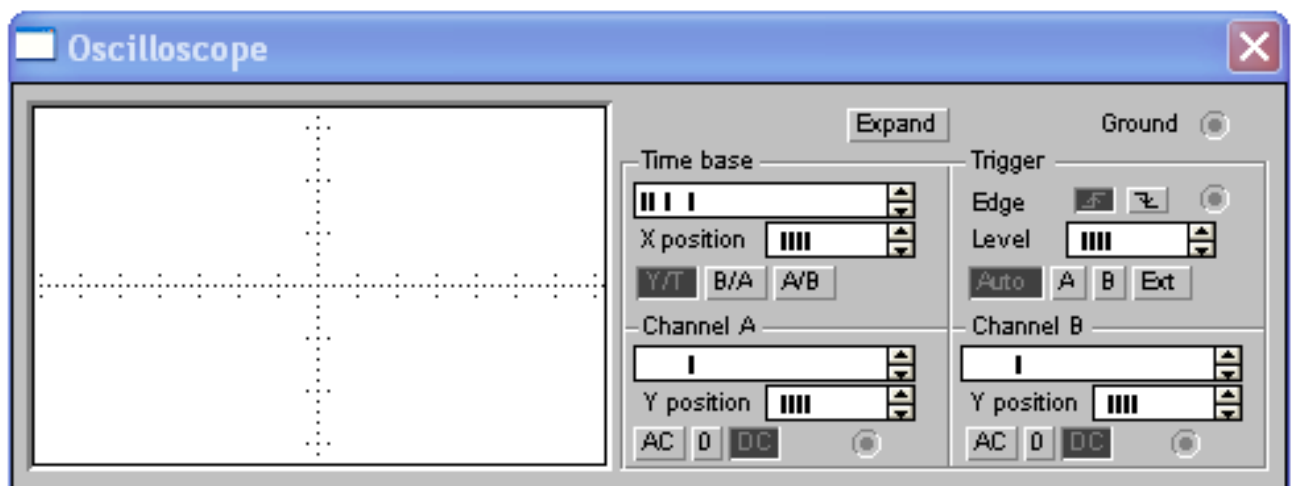

Рисунок 3
Лицевая панель осциллографа показана на рис. 3. Осциллограф имеет два канала (CHANNEL) А и В с отдельной регулировкой чувствительности в диапазоне от 10 мкВ/дел (mV/Div) до 5 кВ/дел (kV/Div) и регулировкой смещения по вертикали (Y POS). Режим АС (AC) предназначен для наблюдения только сигналов переменного тока (его еще называют режимом «закрытого входа», поскольку в этом режиме на входе усилителя включается разделительный конденсатор, не пропускающий постоянную составляющую). В режиме 0 входной зажим замыкается на землю. В режиме DC (включен по умолчанию) можно проводить осциллографические измерения как постоянного, так и переменного тока. Этот режим еще называют режимом «открытого входа», поскольку входной сигнал поступает на вход вертикального усилителя непосредственно. С правой стороны от кнопки DC расположен входной зажим.